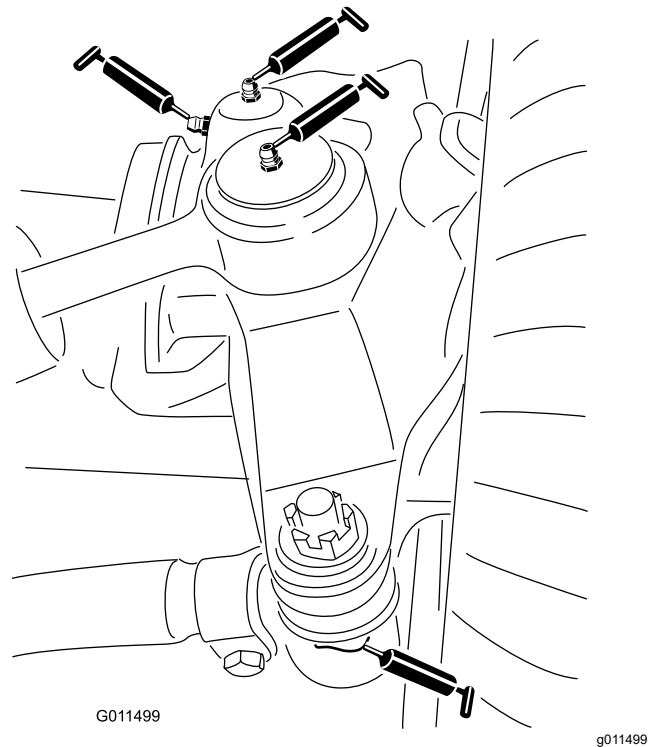

Bild 79
- Zwei Lenkzylinder-Kugelgelenke (Bild 79)
- Zwei Spurstangen-Kugelgelenke (Bild 79)
- Zwei Achsschenkelbüchsen (Bild 79).